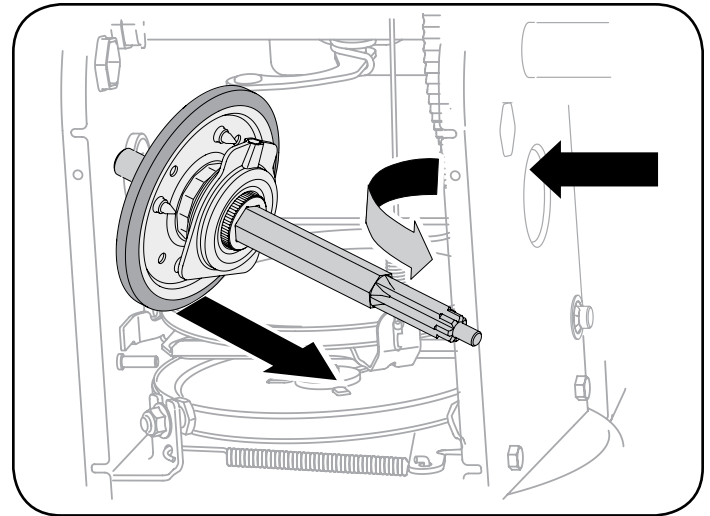

Figura 63
7. Con cuidado, ubique el eje hexagonal hacia abajo y hacia la izquierda antes de deslizar con precaución el montaje de la rueda de fricción fuera del eje. Vea la Figura 63.